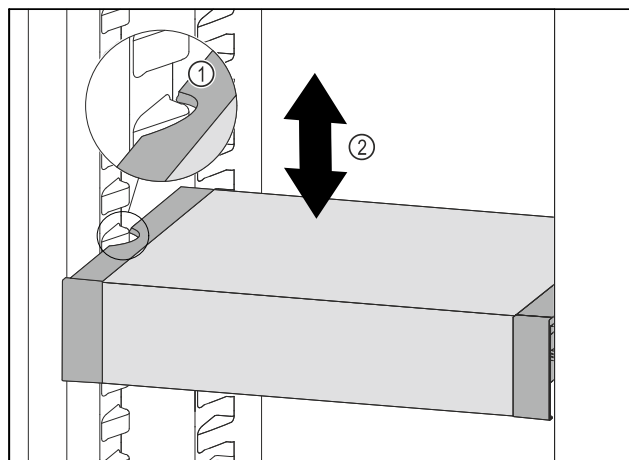

Fig. 98
- ▶ Тяните VarioSafe вперед, пока боковые выемки VarioSafe не окажутся на высоте выступа резервуара в холодильном отделении. Fig. 98 (1)
- ▶ Двигайте VarioSafe в холодильном отделении вверх или вниз, пока не будет достигнута требуемая высота. Fig. 98 (2)